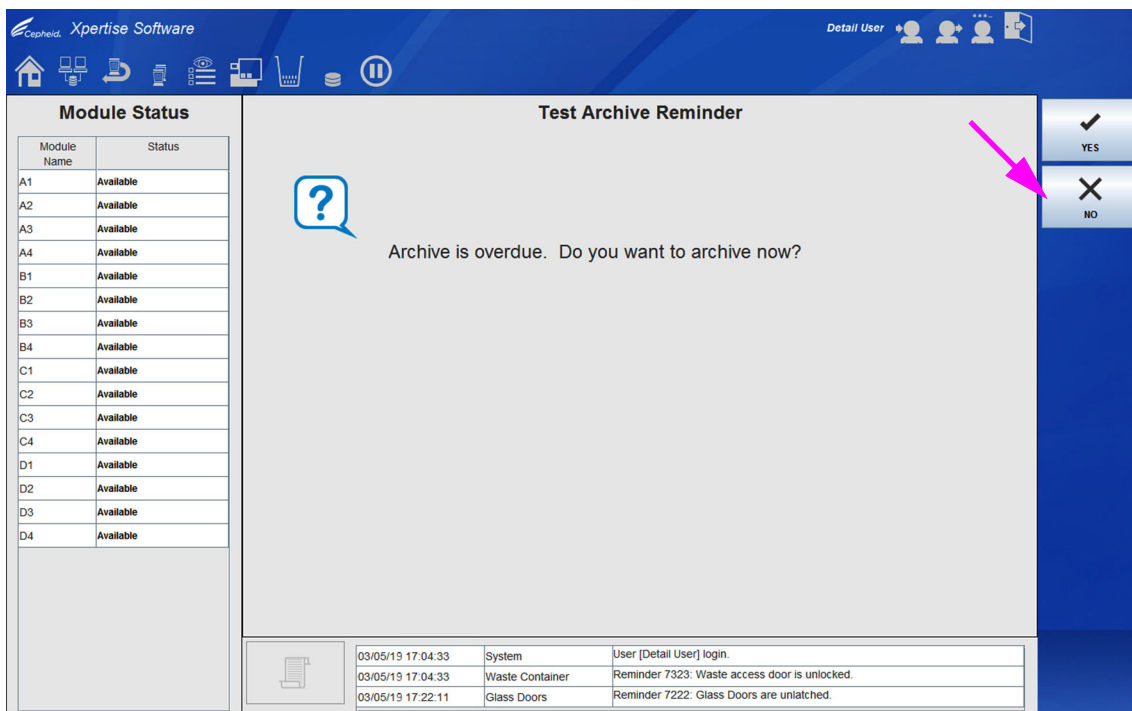

図 2-73. テストアーカイブリマインダーワークスペース
- アーカイブが期限切れになっていない場合、または図 2-29 のアーカイブ設定が手動になっていない場合、リマインダーを使用すると (Manually, with Reminder)、テストアーカイブのリマインダー (Test Archive Reminder) ワークスペース (図 2-73 を参照) は表示されません。セクション 2.12.1.2 に直接移動します。
- アーカイブが期限切れになると、テストアーカイブのリマインダー (Test Archive Reminder) ワークスペースが表示されます。図 2-73 を参照。